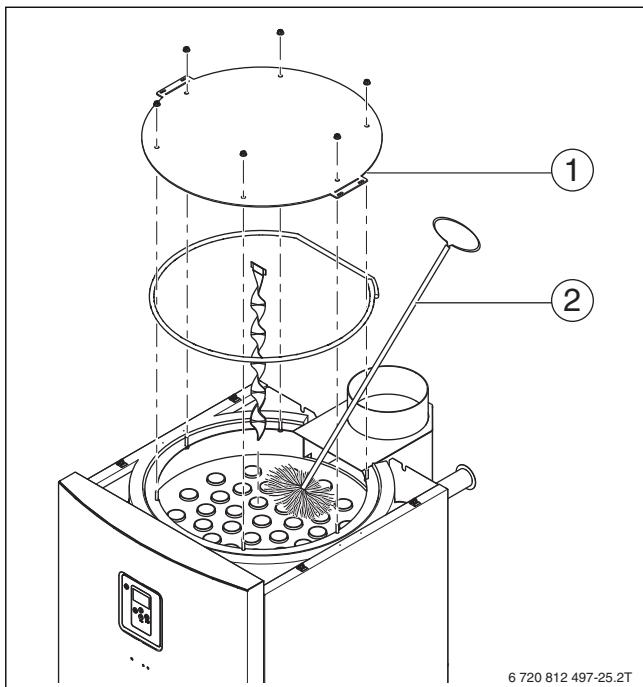

Рис. 36 Чистка газоотводящих каналов
- Снимите крышку люка для чистки с коллектора дымовых газов (→ рис. 36 [1], стр. 33).